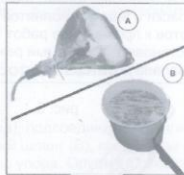

рис. 8
- Сразу положите валик в пластиковый пакет и за-вяжите, чтобы не поступал воздух (рис. 8, А).
- Поместите валик в ведро с водой (рис. 8, В).